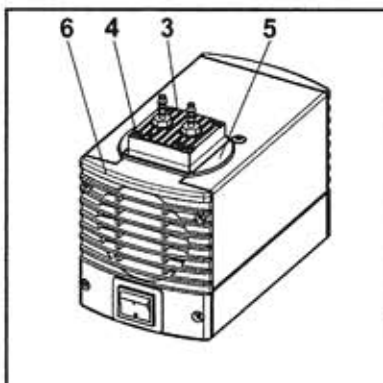
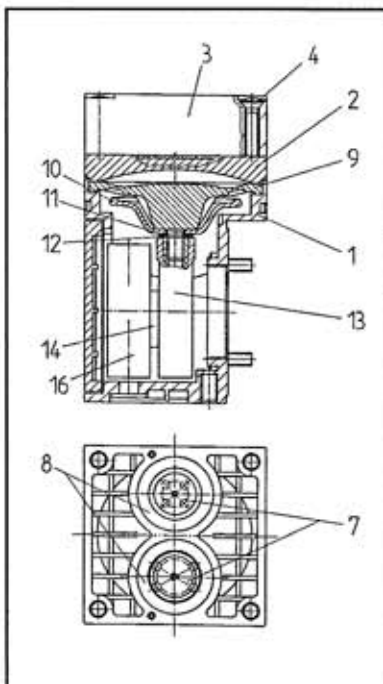

Abb. 5: Pumpenkopf abmontieren
Abb. 6: Pumpenkopf
1. Kopfdeckel (Abb. 5/3), Abdeckung (5) und Gehäusedeckel (6) mit einem durchgehenden Bleistiftstrich markieren. Damit lässt sich ausschließen, dass die Teile beim späteren Zusammenbau falsch montiert werden.
2. Die vier Kopfdeckelschrauben (4) lösen und den Kopfdeckel (3) zusammen mit der Abdeckung (5) vom Pumpengehäuse abnehmen.
3. Zwischenplatte (Abb. 6/2) und Gehäuse (1) durch einen durchgehenden Bleistiftstrich markieren.
4. Zwischenplatte (2) von Gehäuse (1) abnehmen.
1. Von der Zwischenplatte (Abb. 6/2) die Ventilplatten (7) und die Dichtringe (8) entfernen (Dichtringe kleben eventuell an Kopfdeckel).
2. Ventilsitze, Zwischenplatte (2) und Kopfdeckel (3) auf Sauberkeit prüfen; bei Unebenheiten und Kratzern sind diese Teile zu ersetzen.
3. Die neuen Ventilplatten (7) in die Ventilsitze der Zwischenplatte (2) einlegen; die Ventilplatten für Druck- und Saugseite sind identisch, gleiches gilt für Ober- und Unterseite der Ventilplatten.
4. Durch leichte horizontale Bewegung der Ventilplatten (7) sicherstellen, dass diese nicht verspannt liegen.
5. Neue Dichtringe (8) in die Zwischenplatte (2) einlegen.
1. Zwischenplatte (2) mit Ventilplatten (7) und Dichtringen (8) entsprechend der Bleistiftmarkierung auf das Gehäuse setzen.
2. Kopfdeckel (3) zusammen mit der Abdeckung (Abb. 5/5) entsprechend der Markierung auf das Gehäuse (Abb. 6/1) setzen.
3. Durch leichte seitliche Bewegung des Kopfdeckels (3) dessen Zentrierung prüfen.
4. Schrauben (4) über Kreuz handfest anziehen.